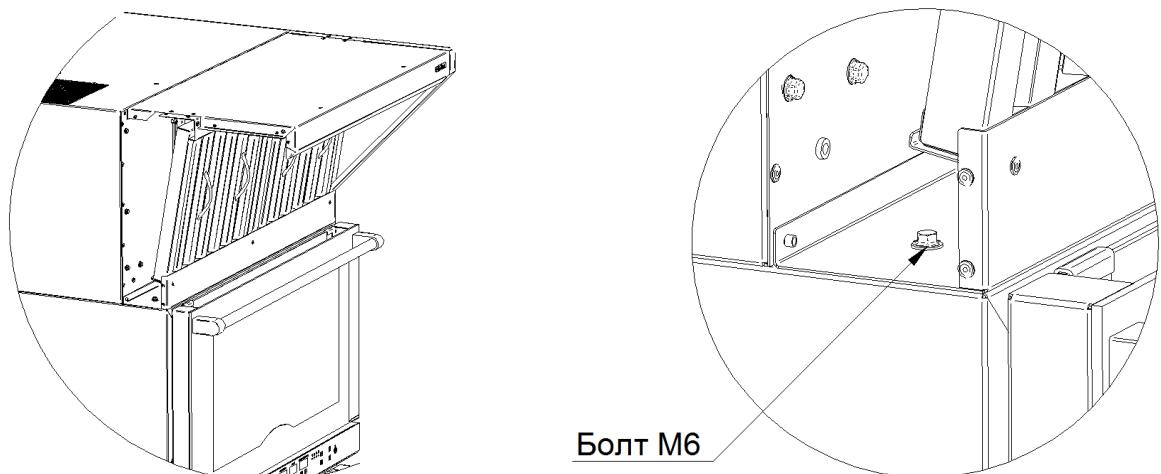

Рисунок 10
11. Зафиксировать зонт спереди двумя болтами М6x16 из комплекта изнутри по углам зонта (см. Рисунок 10);